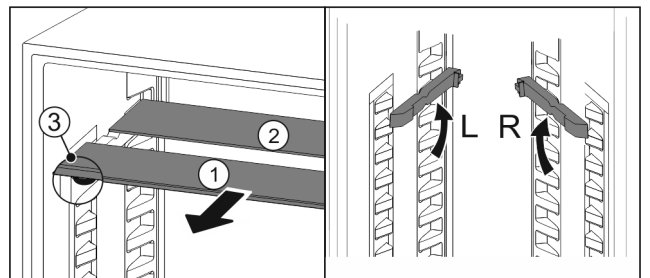

Fig. 94
- ▶ Izvucite Fig. 94 (1) staklene ploče jednu po jednu prema naprijed.
- ▷ Staklena ploča Fig. 94 (1) s ukrasnom letvicom nalazi se sprijeda.
- ▷ Zaustavljači Fig. 94 (3) su usmjereni prema dolje.